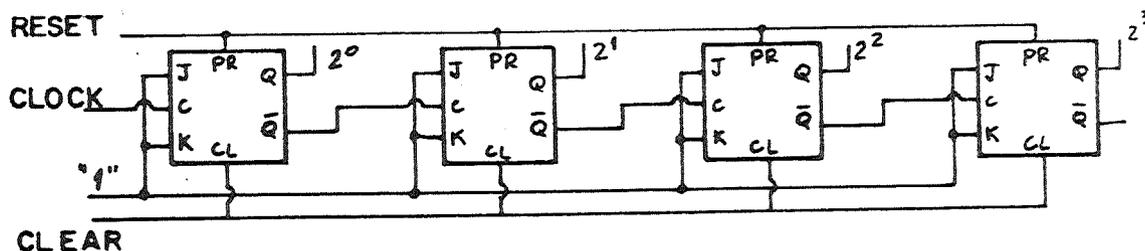

Figura 2
- Idem ao item b) considerando que a chave foi levada para a posição (2).
3. Dado o esquema de um contador assíncrono para baixo (down-Counter), Figura 2 projetar um circuito que adicionado a ele, possa, através de um sinal de controle X, fazer com que o contador conte para cima (X=0) ou para baixo (X=1), (UP-DOWN COUNTER).